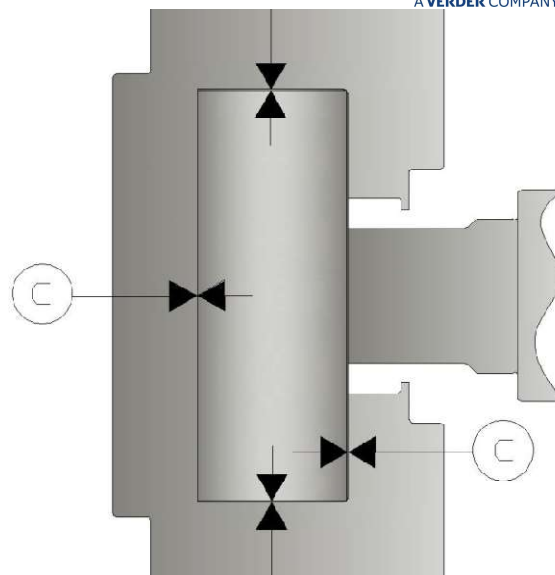

Abbildung 31 - Ausgleichsscheibe / Messung des Spiels
- Beim Wiedereinbau den O-Ring (93) in das Gehäuse (95) der doppelt wirkenden Dichtung einsetzen, den statischen Teil der Dichtung auf der Außenseite mit einem Schmiermittel schmieren, das mit der Sperrflüssigkeit kompatibel ist. Die Schlitz der Dichtungsfläche auf die Nasen der Antriebsscheibe (94) des Dichtungsgehäuses ausrichten (Abbildung 31) und die Dichtung hineindrücken. Die Dichtung